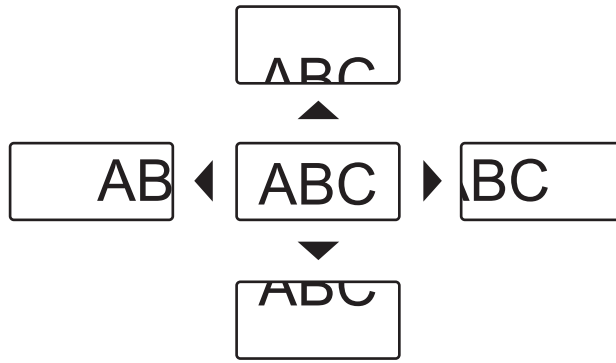

Figura 1
- 5) Pulse ▲▼◀▶ para mover la posición del zoom. (Figura 1)